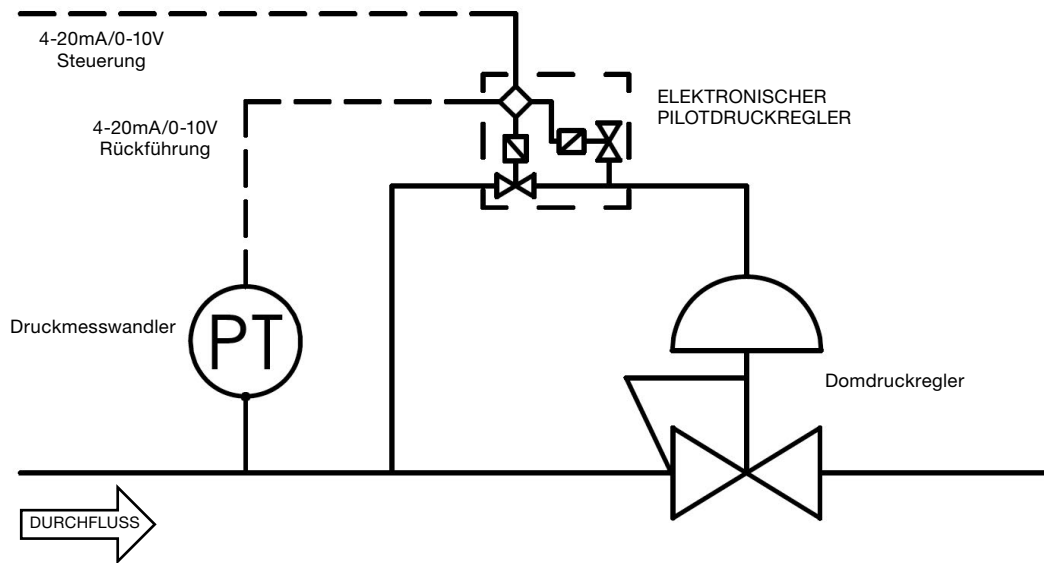

Abbildung 5
- **Elektronische Steuerung** Bei diesem Aufbau wird ein elektronischer Vorsteuerregler, der vom Systemdruck gespeist wird, in Verbindung mit einem Druckwandler zur direkten Steuerung des Domdrucks verwendet (Abbildung 5). Der eingestellte Druck von der Hauptdruckregler wird durch den Ausgangsdruck des elektronischen Reglers begrenzt. Dieser Aufbau ist nicht für Flüssigkeitsanwendungen geeignet.